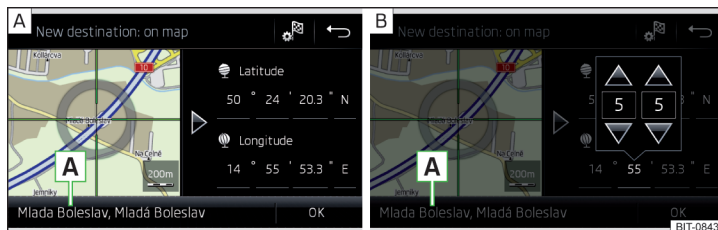

Fig. 215 Saisir la destination : par la position sur la carte/à l'aide des coordonnées GPS
- Déplacez la destination souhaitée sur le réticule en touchant l'écran » fig. 215 - **A**.
- Entrez les coordonnées GPS » fig. 215 - **B**.
Si des informations sont disponibles sur le point indiqué dans les données de navigation de l'appareil, elles sont affichées à la place des coordonnées GPS (par ex. adresse **A** » fig. 215).